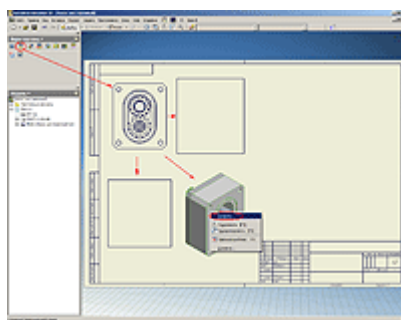

Рисунок 4
4. Теперь создадим проекционные виды, нажав кнопку «Проекционный вид» в инструментальной палитре. Затем, указав, курсором мыши на главный вид, ведем мышью в направлении создаваемого вида и кликая левой кнопкой мыши на месте расположения вида в поле чертежа. После предварительного расположения нескольких проекционных видов, нажимаем правой кнопкой мыши в поле чертежа и выбираем команду «Создать» в открывшемся контекстном меню. Создаются проекционные виды (см. Рисунок 4).